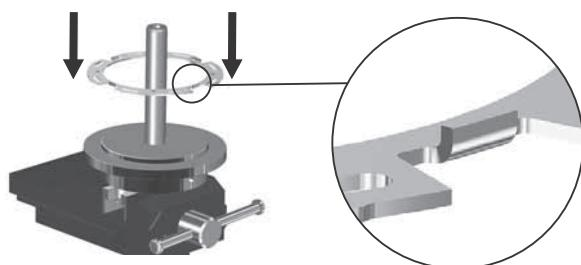

Рис. 31 Стопор уплотнительного кольца (65), установленный в приспособление зацепами вверх
- Установите стопор уплотнительного кольца (65) поверх диска зацепами вверх. См. рис. 31.